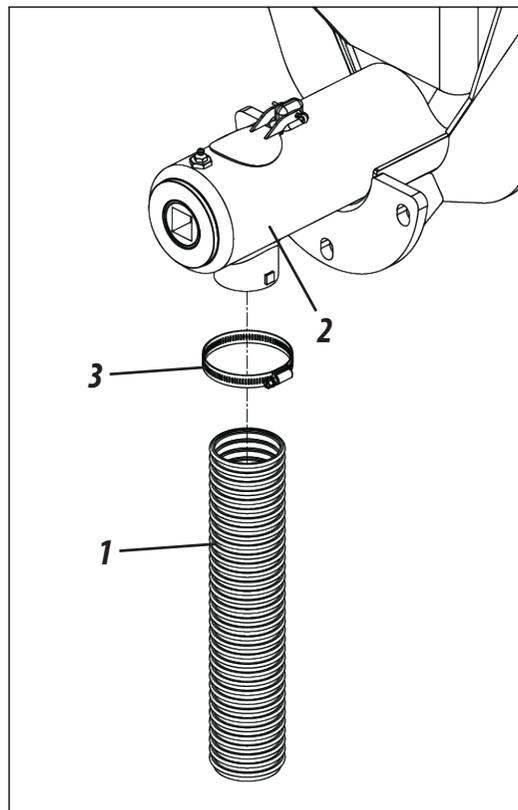

Figura 10
- 1- Acople os mangotes (1) nas saídas do distribuidor de alta vazão (2), fixando-os através das presilhas (3), **conforme mostra a figura 10.**